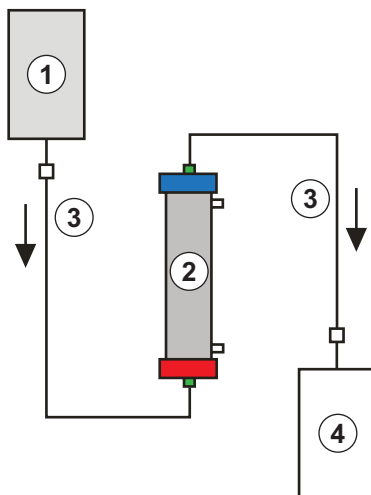

Рис. 10-11 Установка для промывки ультрафильтра
Материалы: см. условные обозначения к Рис. 10-11
- Подключить вторую соединительную магистраль и сборный мешок, как показано на Рис. 10-11 к отверстию фильтра со стороны плазмы, обозначенному синим цветом.